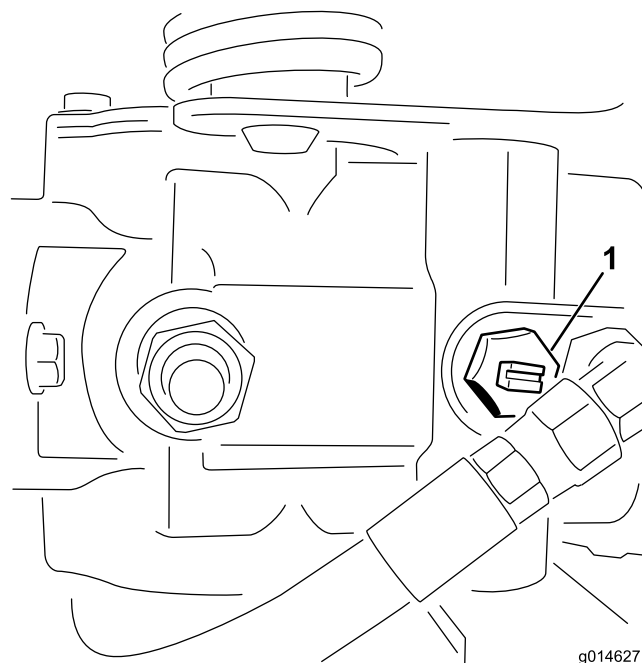

Figure 40
- Trouvez la vanne de dérivation sur la pompe jusqu'à ce que la fente soit verticale (Figure 40).
- Avant de mettre le moteur en marche, fermez la vanne de dérivation (fente horizontale) (Figure 40). Ne mettez pas le moteur en marche quand la vanne est ouverte.